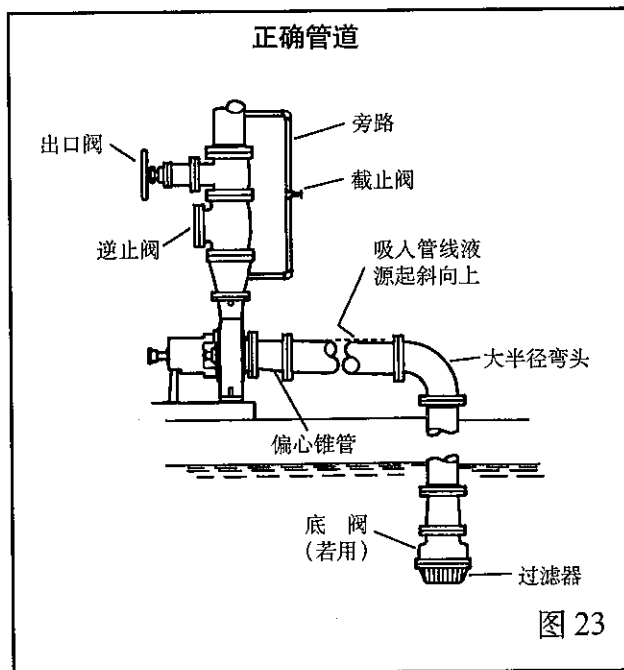

图 23
3. 在吸入法兰安装的锥管是偏心且向下倾斜(图 23,24,25)